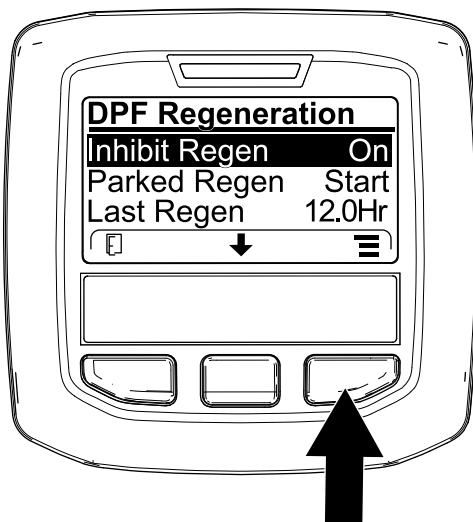
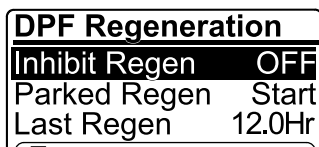

Figura 30
Figura 31
1. Aceda ao menu Regeneração do DPF, prima o botão central para ir até à opção INIBIR REGENERAÇÃO e prima o botão direito para selecionar a entrada Inibir regeneração (Figura 30).
2. Prima o botão direito para alterar a definição da Inibição da regeneração de Ligar para Desligar (Figura 30) ou de Desligar para Ligar (Figura 31).